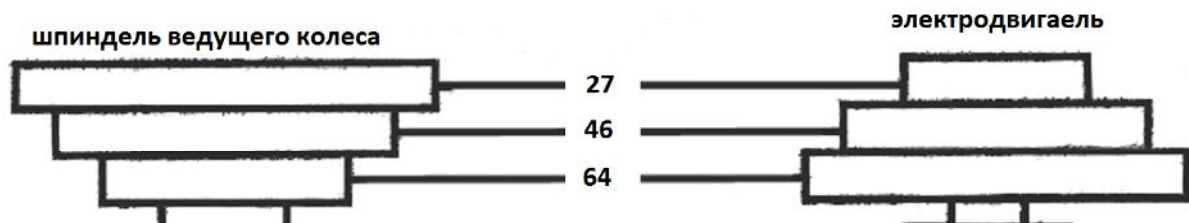

Рис. 5 Схема установки ремня
- установите ремень на соответствующие шкивы «электродвигатель-шпиндель» (рис. 5);